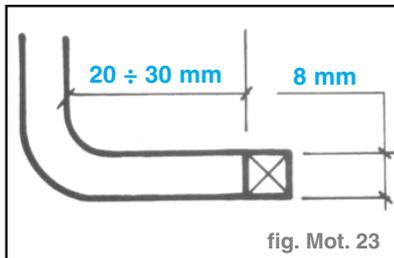

fig. Mot. 23
**Nota** : L'outil n°1860755000 doit être modifié comme indiqué dans la figure. (fig. Mot. 23)